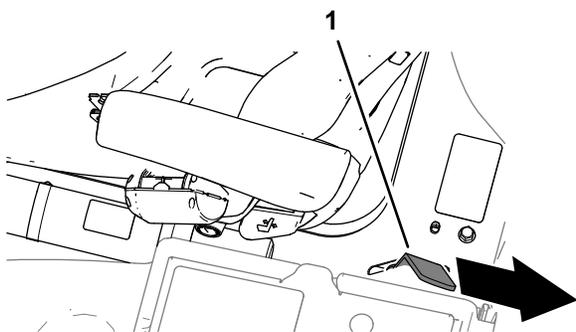

Figura 55
3. Abbassate completamente la piattaforma e spostate la maniglia di fermo verso la parte posteriore della macchina fino a quando il fermo non si innesta completamente sulla barra di bloccaggio (**Figura 55**).